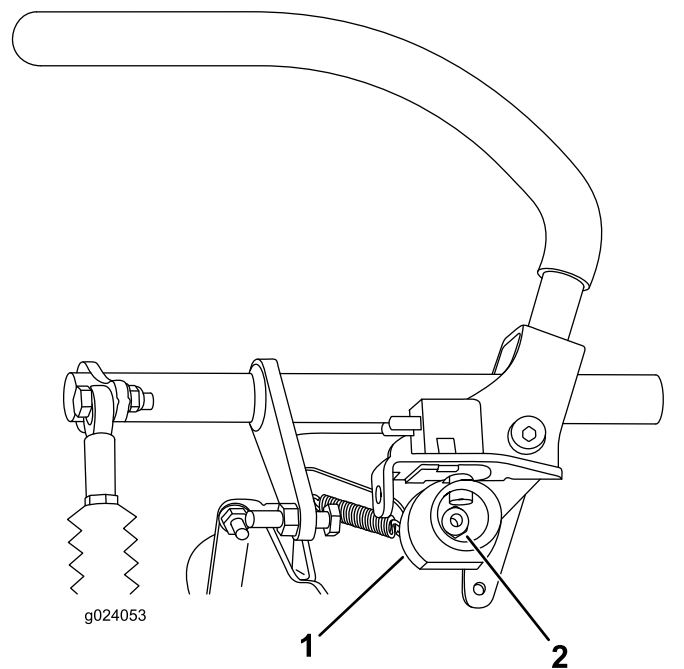

Figura 65
6. Solte a porca que fixa o excêntrico (Figura 65).